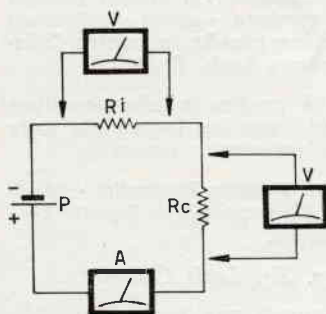

Fig. 1
Saprete che ogni alimentatore (ad esempio un pila) ha una sua resistenza interna: supponiamo però (fig. 1) di avere per comodità un generatore ideale (P), avente in serie una resistenza R_i che simula la resistenza interna dei **generatori vulgari**; R_c sia la resistenza di carico. Supponiamo che il valore